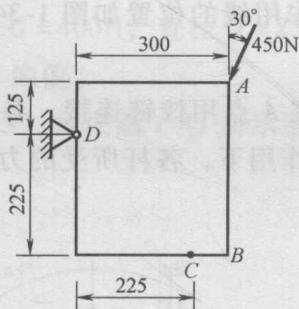

图 1-28
(10) 如图 1-28 所示，一个  $450\text{N}$  的力作用在  $A$  点，方向如图所示。试求：①此力对  $D$  点的矩；②要得到与①相同的力矩，在  $C$  点需加水平力的大小与指向；③要得到与①相同的力矩，在  $C$  点应加的最小力。